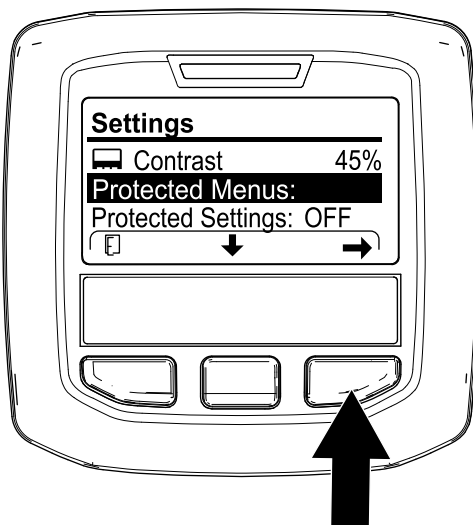

図 123
4. インフォセンターの中央のボタンで PROTECTED MENUS 保護メニュー 図 123 を選び、右ボタンを押して、4 けたの PIN コード例 1234 を入力する。